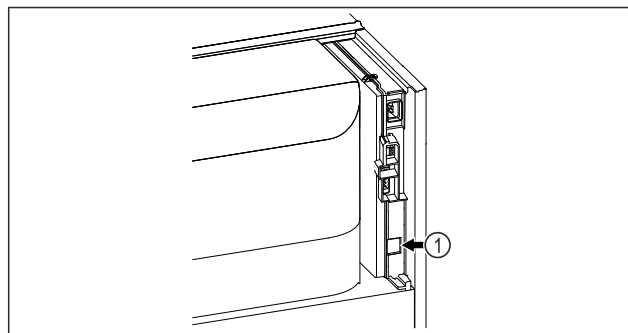

Fig. 138
- ☐ SmartModule Fig. 138 (1) is geplaatst.